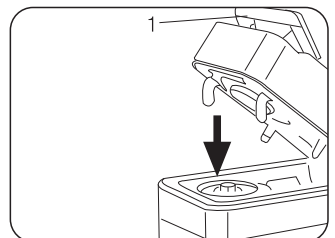
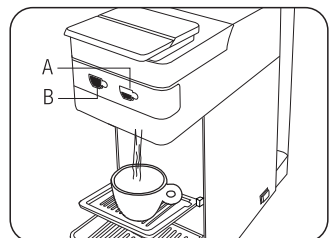

Fig. 9
Fig. 10
- Cierre completamente la palanca (1) (Fig. 9) y pulse una de las teclas erogación: espresso (A), espresso largo (B) de acuerdo a su gusto (Fig. 10)
Espresso largo: Pulse y mantenga pulsada la tecla (B). La máquina comenzará a suministrar agua. Una vez alcanzado el nivel de agua deseado suelte la tecla (B). La máquina dejará de suministrar agua y quedará memorizada la cantidad para otros suministros (Fig. 10)
Espresso: Pulse y mantenga pulsada la tecla (A). La máquina comenzará a suministrar agua. Una vez alcanzado el nivel de agua deseado suelte la tecla (A). La máquina dejará de suministrar agua y quedará memorizada la cantidad para otros suministros. (Fig. 10)